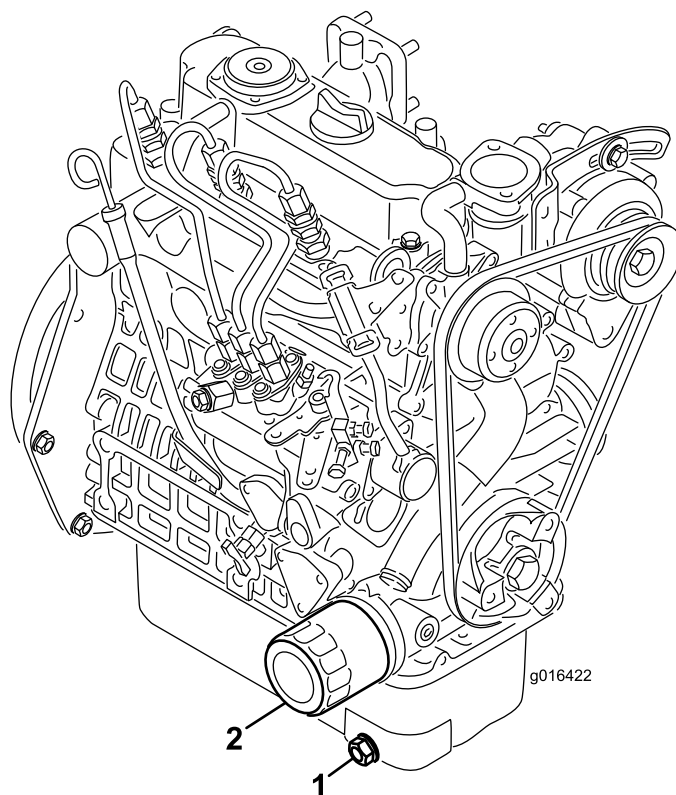

Figure 38
1. Retirez le bouchon de vidange (Figure 38) et laissez couler l'huile dans un bac de vidange. Remettez le bouchon quand la vidange est terminée.